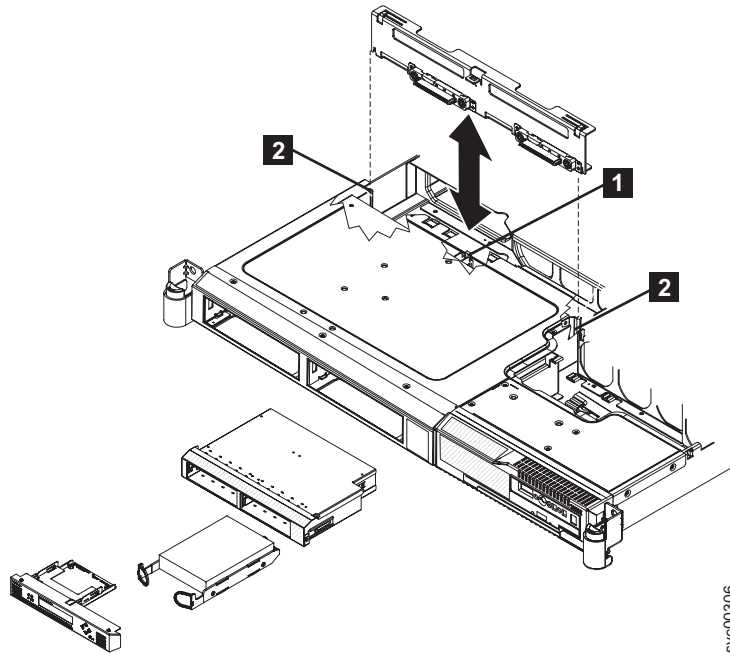

図 131. SAN ボリューム・コントローラー 2145-8G4 SATA ディスク・ドライブおよびバック・プレート
2. バック・プレートをマウント・チャンネル **2** の中にスライドさせて戻します (図 131 を参照)。付近のワイヤーやケーブルに引っ掛かったり、挟まったりしないように注意します。